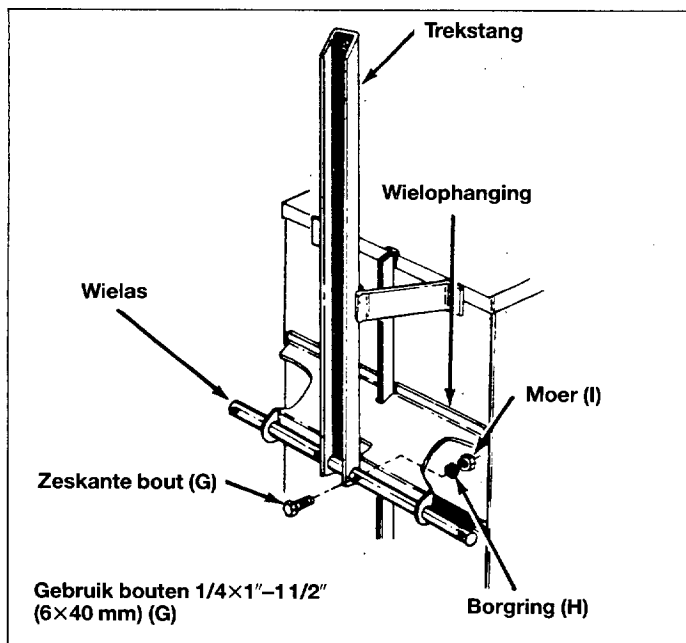

Fig. 11
16. Monteer de wielas en de trekstang in de wielophanging. Zorg er voor dat trekstang met de geopende zijde naar beneden gemonteerd wordt. Zet de as vast in de wielophanging met bout 6 × 40 mm (G), borgringen (H) en moeren (I). Zie fig. 11.